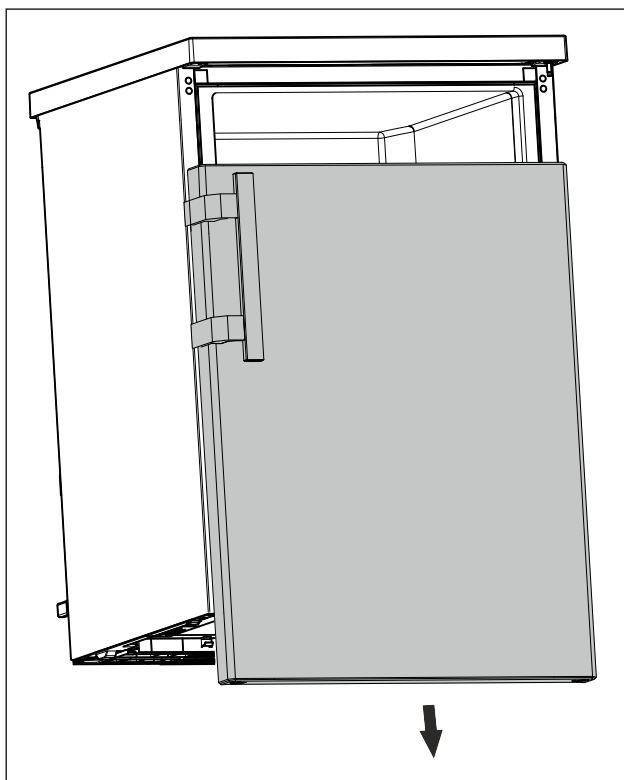

Fig. 12
- ▶ Sejměte dvířka směrem dolů. (viz Fig. 12)